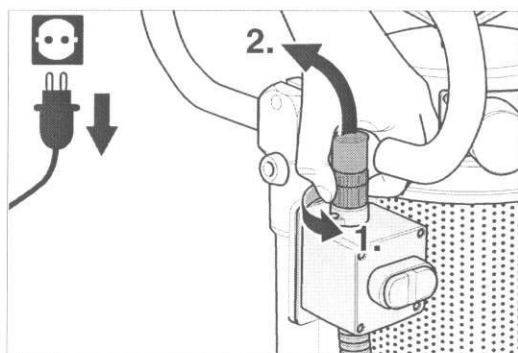

Fig. 43 Débloquez la bague fileté et retirez la fiche de câble.
- 5 Débloquez la fiche du détecteur de commutation de pression sur l'interrupteur Marche/Arrêt en tournant la bague fileté et enlevez la fiche du câble (fig. 43).